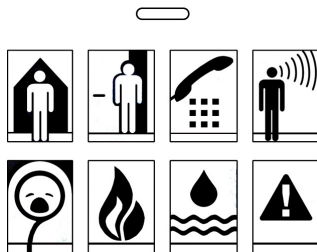

Afbeelding 2: ontvanger bovenzijde
Met behulp van de signaalkeuze-schuifschakelaar (op afb. 2 "0 1 2") kunt u het soort signalering kiezen. Houd er rekening mee dat de symbolen altijd door gekleurde lichtdiodes aangegeven worden.
Stel het gewenste volume in met het draaibare volumeregelaar (afb. 2).
- c) Houdt de melodiekeuzetoets »♪« (fig. 2) voor twee seconden ingedrukt. Laat de toets los en druk er herhaaldelijk op totdat u de gewenste melodie heeft gevonden ( U kunt kiezen uit 16 melodieën).
Door kort op de functietoets te drukken »●« (afb. 2) kan het laatst gemelde signaal nog een keer worden weergegeven.
| Er is geen beltoon hoorbaar...                                | Schakelaarpositie 2 (afb. 2)   | Controleer de schakelaarpositie (afb. 2) op de »signolux«-ontvanger.   |